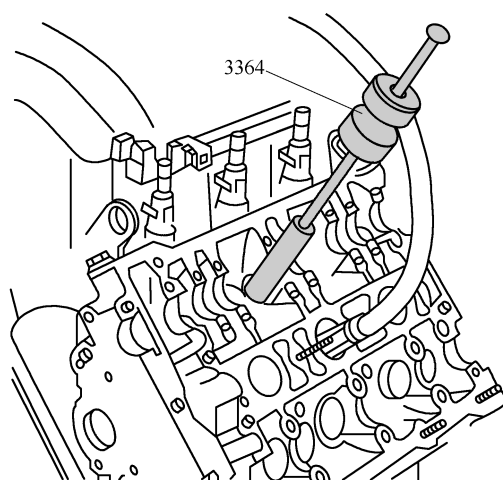

图 1-5-31 拔出气门杆密封件
(10) 同时向右旋转装配套筒的滚花螺栓，直到螺栓尖端嵌入气门锁片中。
(11) 略微来回移动滚花螺栓，借此将气门锁片相互压开并纳入装配套筒中。
(12) 松开压叉。
(13) 取出装配套筒。
(14) 拧下导板，然后转动到一侧。压缩空气软管保持连接状态。
(15) 将气门弹簧和气门盘取下。
(16) 如图 1-5-31 所示，把气门杆密封件用气门杆密封件拉拔器 3364 拔出。